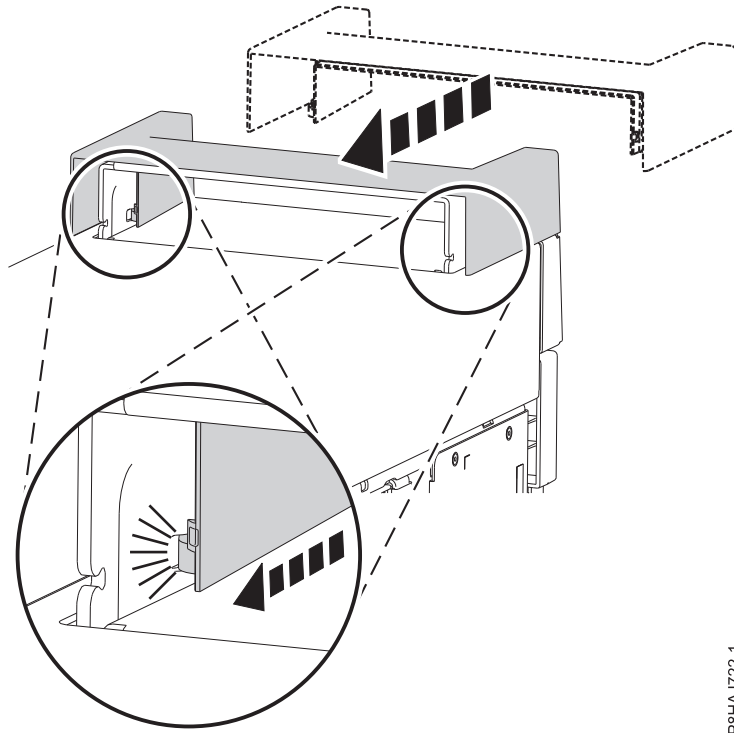

図 25. 8286-41A スタンドアロン・システムへのハンドル・カバーの固定
1. ハンドル・カバーを、システムの後部方向へスライドさせて内部 RDX ドッキング・ステーション (FC EUA3) に固定します。図 25 を参照してください。